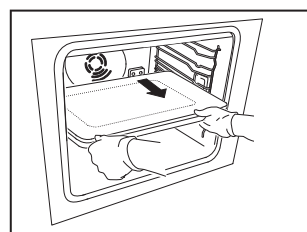

Fig. 3
1. Pak de inductieplaat met beide handen vast en verwijder de plaat uit de oven. Er is iets meer kracht nodig om de plaat van de elektrische aansluiting los te trekken (Fig. 3).